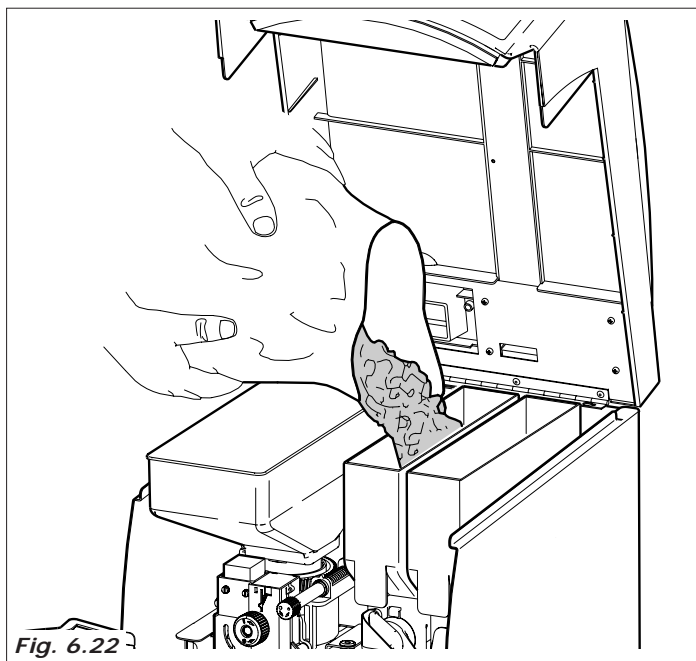
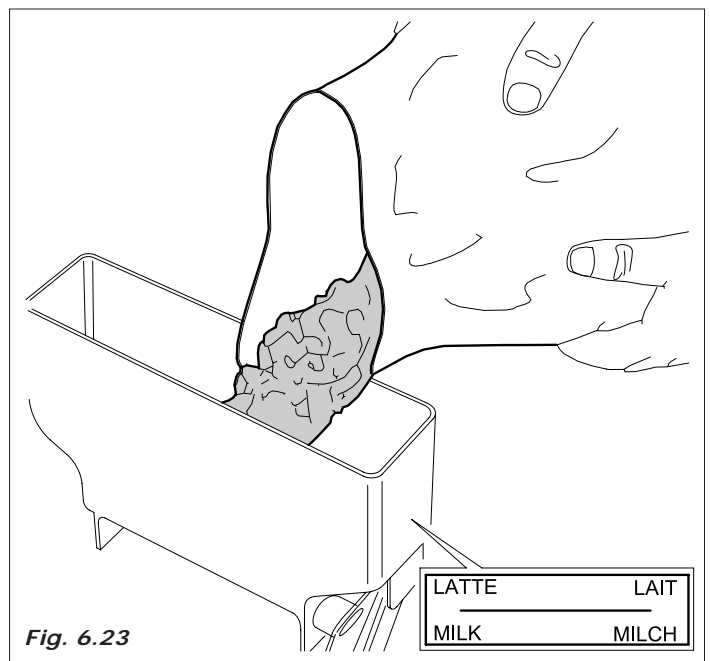

Fig. 6.22
Fig. 6.23
- levantar a tampa de cada recipiente e por o produto como indicado na etiqueta (Fig.6.22 - Fig.6.23)